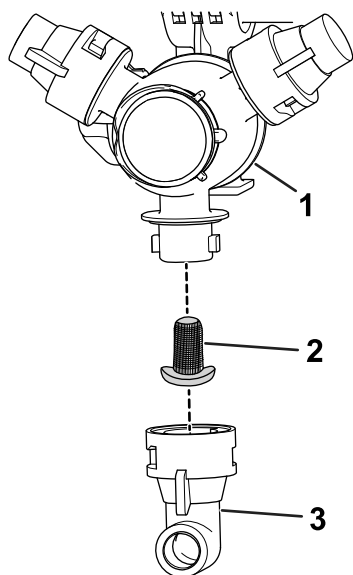

図 45
2. タレットからノズルを外す 図 45。
3. ノズルフィルタを取り外す 図 45。
5. ノズルフィルタを取り付ける 図 45。
6. タレットにノズルを取り付ける 図 45。